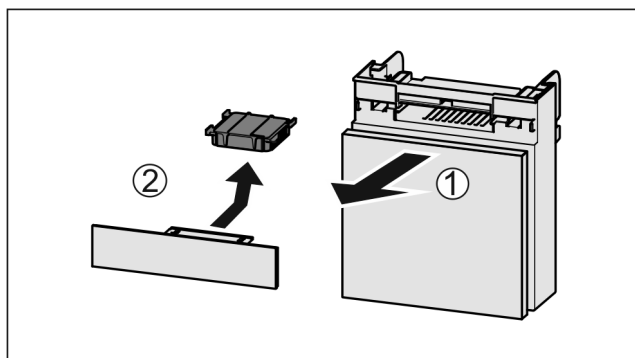

Fig. 135
- Zásuvku vytáhněte dopředu Fig. 135 (1).
- Filtr s aktivním uhlím vyjměte Fig. 135 (2).